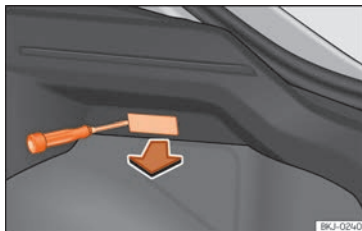

Fig. 112 Luz del maletero.
- Extraiga la tulipa haciendo presión sobre el borde de la parte interior de la misma con ayuda de un destornillador por su parte plana »» fig. 112.